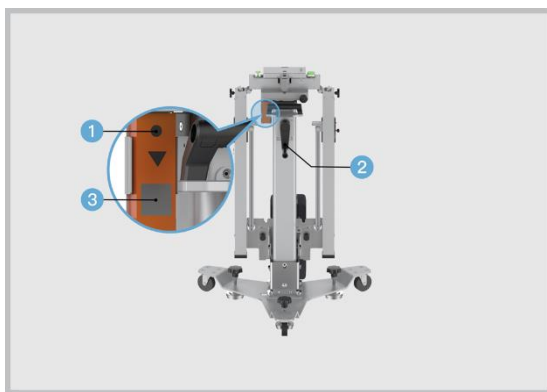

图 3-32 使用激光测距仪
9. 长按激光测距仪按钮 (1)，直至屏幕亮起；(点击【帮助】按钮，查阅激光测距仪的使用方法)；旋转摇柄 (2)，调整辅助板的高度，直到激光测距仪显示屏的数值 (3) 为 700 mm 时停止摇动。(参考图 3-32)